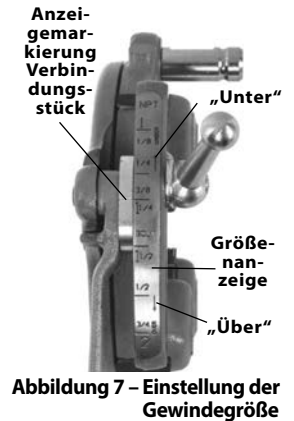

Abbildung 7 – Einstellung der Gewindegröße
- Beginnen Sie mit der Anzeigemarkierung des Verbindungsstücks an der Markierung der gewünschten Größe auf der Größenanzeige. Stellen Sie bei Gewindeschneidköpfen die Markierung des Verbindungsstücks auf die Linie der Größenanzeige ein. Stellen Sie zum Schneiden von Schraubengewinden mit einem Universal-Schneidkopf alle Schraubenschneidbacken auf die Linie BOLT (Schraube) auf der Größenanzeige (Abbildung 7).